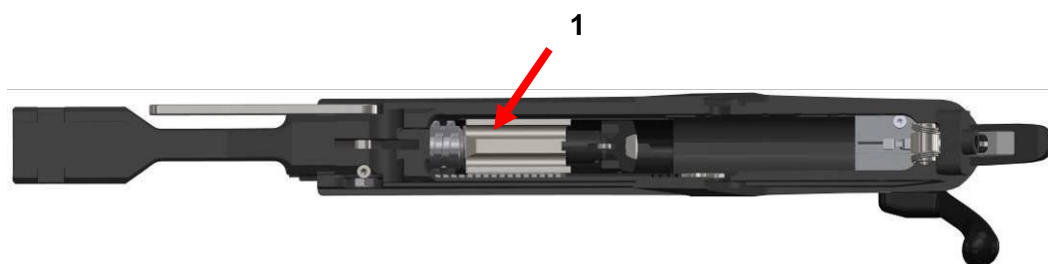
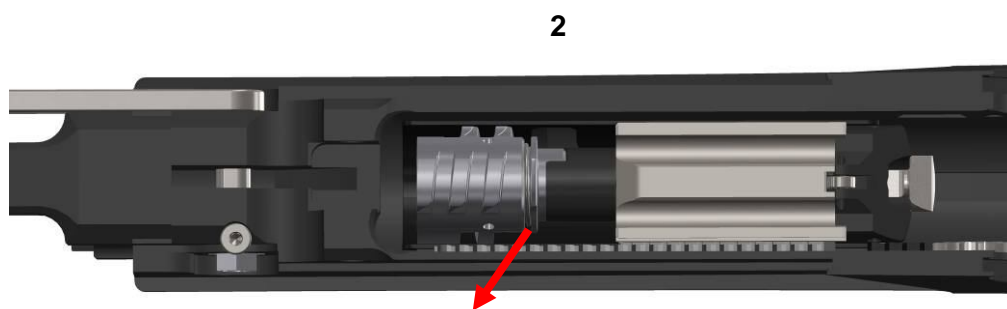

Рисунок 20
Рисунок 21
(7) Перевести рукоятку корпуса затвора в самое крайнее заднее положение и переместить корпус затвора (1) рукой назад (рис. 20) пока личинка затвора (2) не освободится (рис. 21).